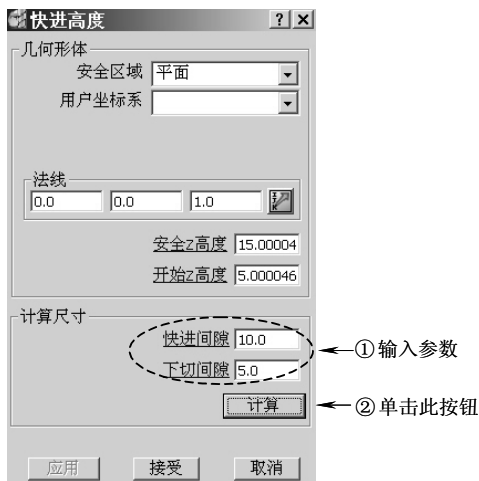

图 4-109 设置快进高度参数
4) 设置快进高度：在 PowerMILL 综合工具栏中单击快进高度按钮，打开“快进高度”表格，按图 4-109 所示设置快进高度参数，完成后单击“接受”按钮退出。